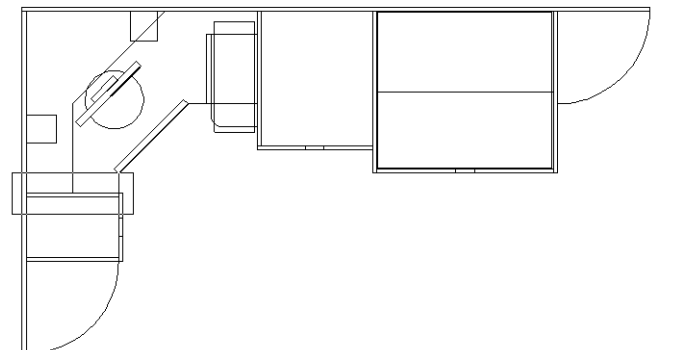

Рис. 5.28 ▼ Увеличение изображения фрагмента чертежа в области малой тумбы
1. С помощью инструмента **Окно зумирования** (Zoom Window) охватите рамкой масштабирования фрагмент чертежа, показанный на рис. 5.28.